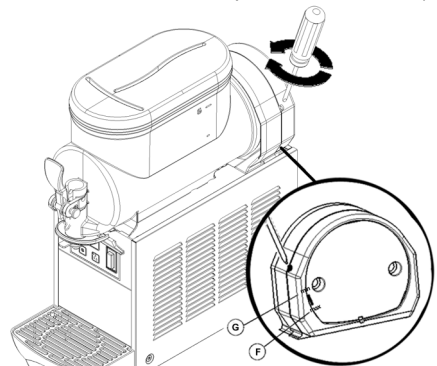

figura 4
- 1 Regulación de la densidad:** la densidad óptima del granizado ha sido ya ajustada en fábrica. Si se quiere variar dicha densidad girar con un destornillador el correspondiente tornillo de ajuste situado en cada una de las paredes posteriores del distribuidor (ver figura 4):